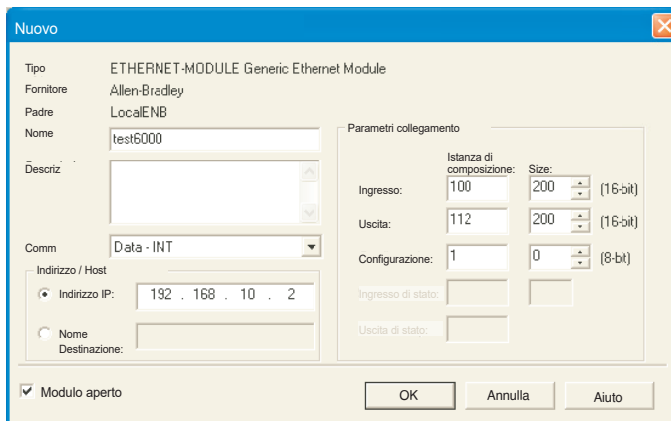

Figura 4.3.21p Inserimento dei parametri
4. Nella pagina Parameters (Parametri) visualizzata (figura 4.3.21p), inserire un nome per il modulo e impostare i seguenti valori: